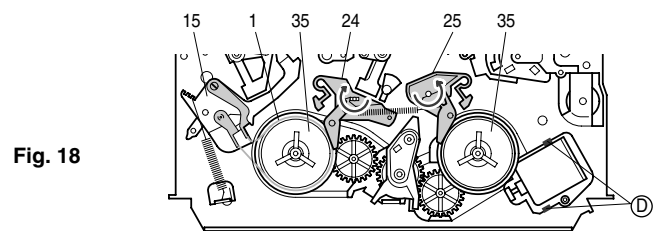

Fig. 18
- Rasthaken  $\textcircled{D}$  lösen (Fig. 18).
- Wickeltellerbremsen (Pos. 24 / 25) in die Pfeilrichtungen (Fig. 18) so weit drehen, bis diese abnehmbar sind. Wickeltellerbremsen abnehmen.
- Vorbereitung: Wickeltellerbremsen (Pos. 24 / 25) in die Pfeilrichtungen (Fig. 18) so weit drehen, bis diese abnehmbar sind. Wickeltellerbremsen abnehmen.